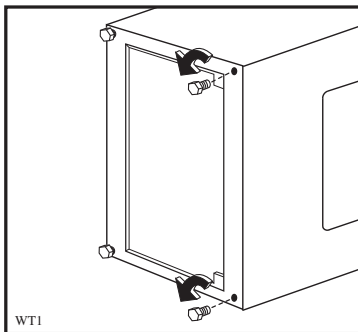
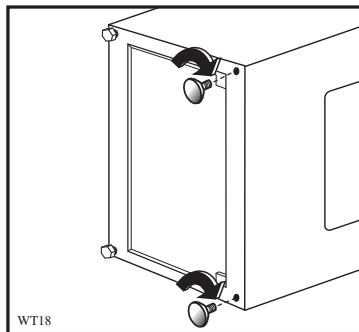

Abb. 1
Abb. 1a
- Die vorderen Stellfüße (Abb. 1) abnehmen und durch die GummifüÙe (Abb. 1a) ersetzen.